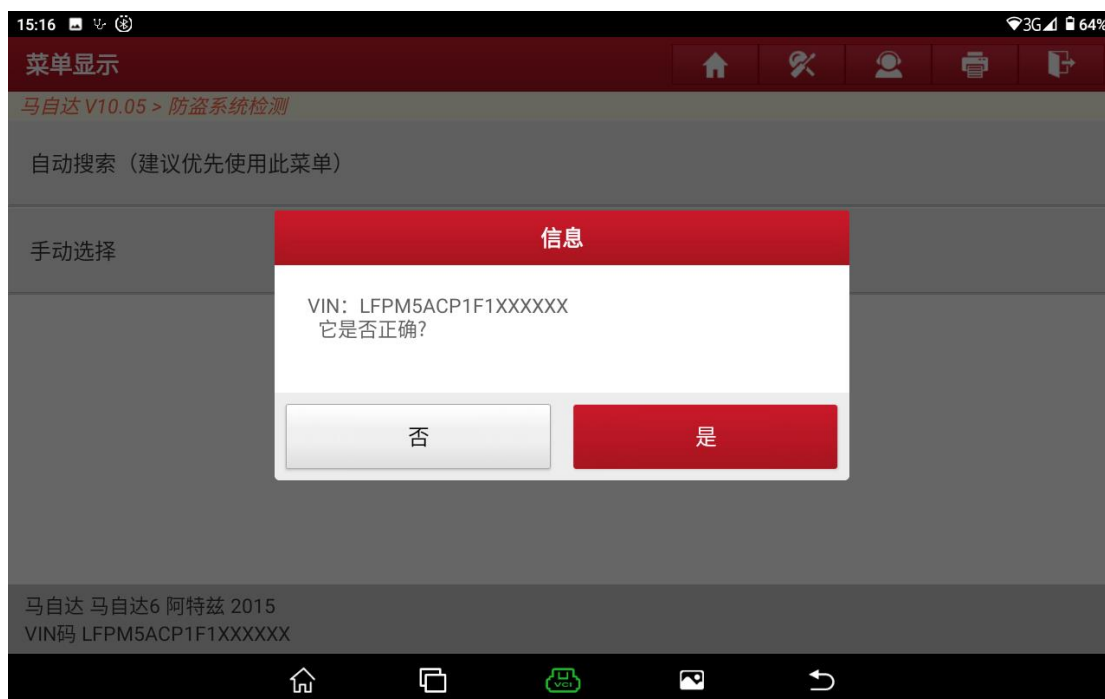

图 5
3. 选择确认车辆 VIN 码是否正确，“否”需要手动输入正确的 VIN 码，“是”则下一步（图 5）；